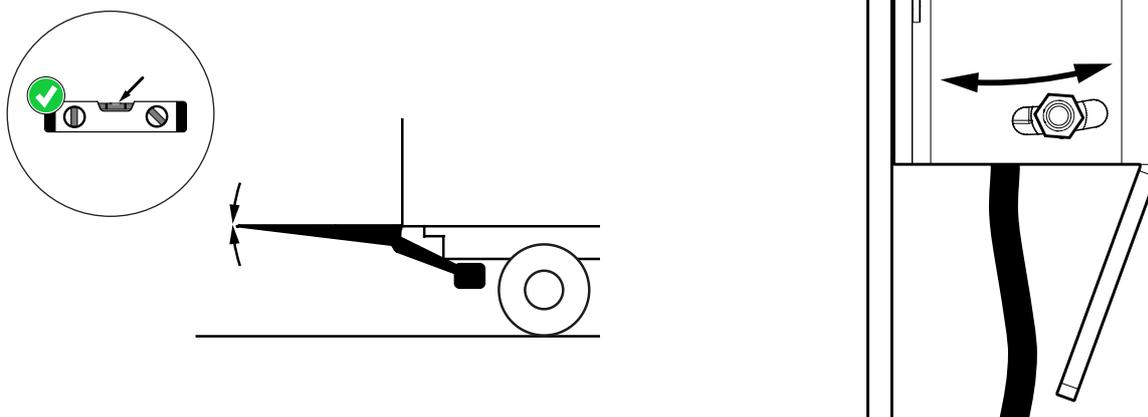

Figura 57. Ajuste del ángulo de basculamiento automático
1. Aflojar los dos tornillos sin desenroscarlos del todo, véase Figura 57.
2. Ajustar la posición del sensor de ángulo en el ángulo deseado, véase Figura 57.